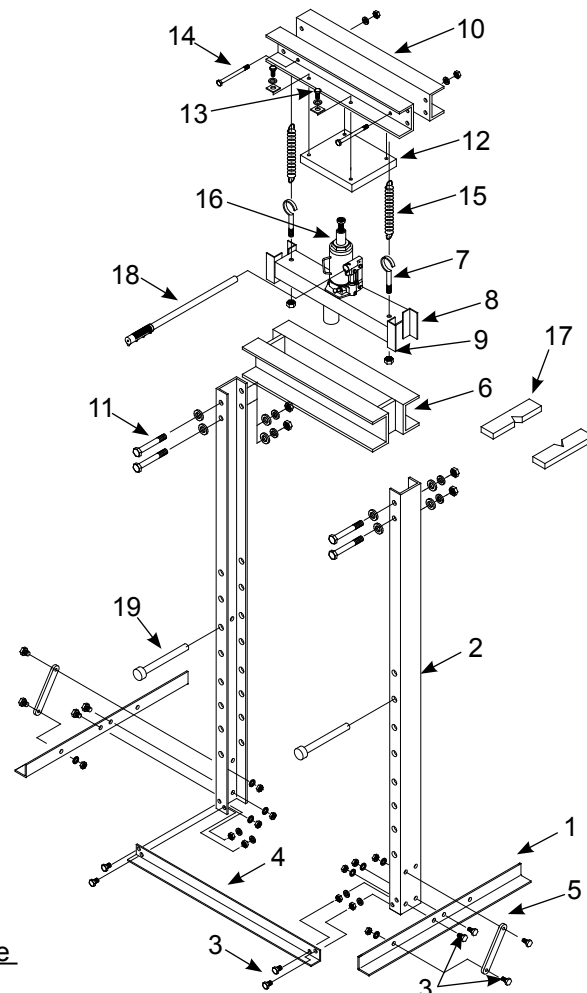

**Figura 4: Ilustración de ensamblaje para el modelo 60200**
**Modelo 60200:** (Consulte la Figura 4).
1. Instale las patas de la base (1) en los canales rectos (2) con pernos, arandelas de seguridad y tuercas (3). Apriete a mano únicamente.
2. Instale el travesaño inferior (4) en los canales rectos (2) con pernos, arandelas de seguridad y tuercas (3).
3. Instale los enlaces de soporte (5) en la base (1) y los canales rectos (2) con pernos, arandelas de seguridad y tuercas (3).
4. Deslice cuidadosamente la bancada (6) hacia abajo hasta la posición más baja posible entre los canales rectos (2).
5. Instale los tornillos gancho (7) en el soporte del gato (8) con tuercas (9). Deje la tuerca floja para que se pueda realizar una conexión del resorte más fácil después.
6. Deslice el soporte del gato (8) hacia abajo entre los canales rectos (2) sobre la bancada (6).
7. Instale los travesaños superiores (10) en los canales rectos (2) con pernos, arandelas planas, arandelas de seguridad y tuercas (11).
8. Instale la placa superior (12) en los travesaños superiores (10) con pernos, arandelas de seguridad y arandelas cuadradas (13).
9. Instale dos pernos, arandelas de seguridad y tuercas (14) a través del travesaño superior (10). Luego, conecte un extremo de los resortes (15) en los pernos (14) y el otro extremo en los tornillos gancho (7) en el soporte del gato.